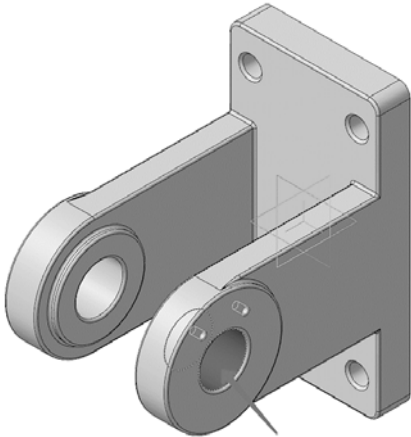

Рис. 26. Указание элемента соосности в детали «Вилка»
2.3.6 В Окне модели укажите цилиндрическую поверхность Вилки (рис. 26).